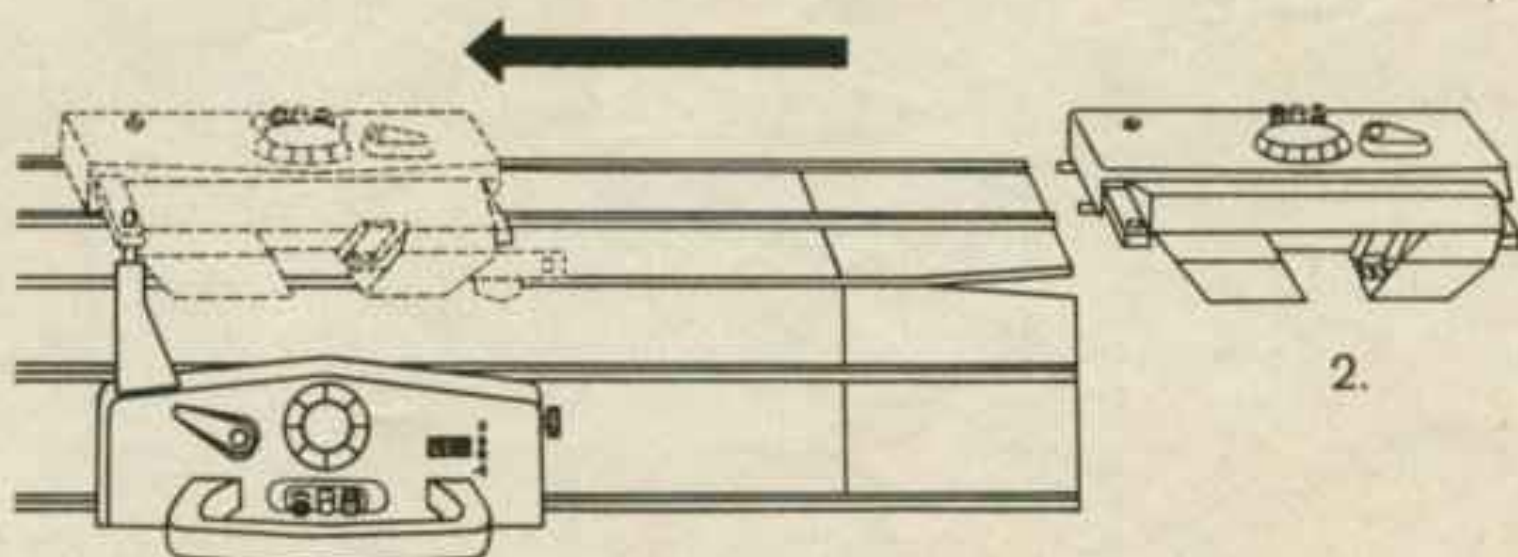

Fig. 15
2. **Hinteres Schloss von rechts in das hintere Nadelbett einführen,** Fig. 15.